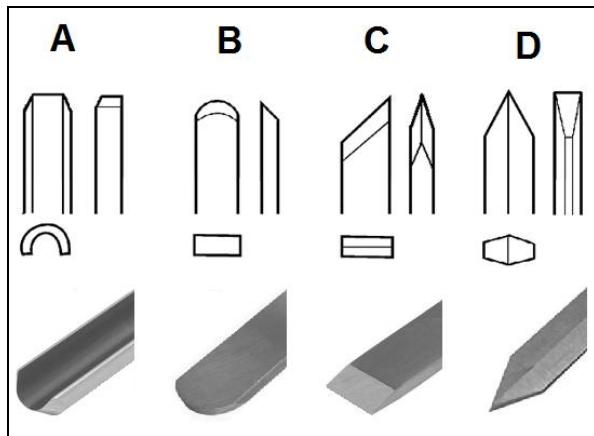

Abb. 18
### Drechselröhre (A, Abb. 18)
### Schaber (B, Abb. 18)
### Schrägmeißel (C, Abb. 18)
**Abstechstahl (D, Abb. 18)** Wird verwendet um direkt in das Werkstück einzutauchen, z.B. beim Einstechen auf Maß, Hinterdrehen, und Abstechen. Kann auch als Schaber eingesetzt werden.